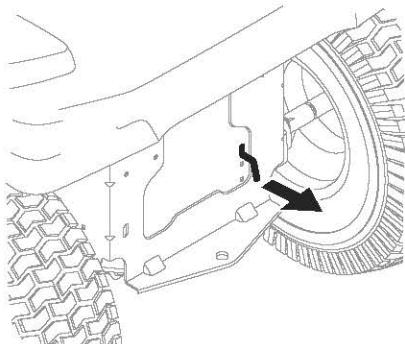

Figure 1
- Engagez la tige de dérivation de la transmission pour déplacer le tracteur sans démarrer le moteur. La tige de dérivation de la transmission est située à l'arrière du tracteur, sur le châssis. Tirez la tige de dérivation pour l'engager (Figure 1).
- Après avoir déplacé l'appareil, effectuez les étapes (a) et (b) dans l'ordre inverse pour désengager les deux tiges de dérivation (Figure 1).